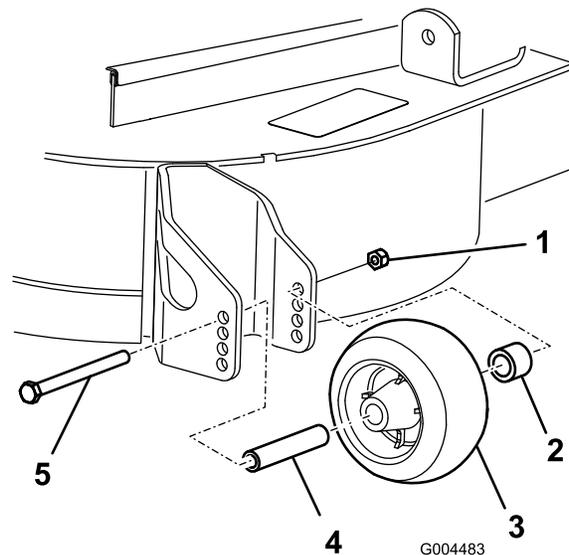

Figura 18
3. Después de ajustar la altura de corte, ajuste los rodillos retirando la tuerca con arandela prensada, el casquillo, el espaciador y el perno (Figura 18).
5. Instale la tuerca con arandela prensada, el casquillo, el espaciador y el perno. Apriete a 54-61 N-m (Figura 18).